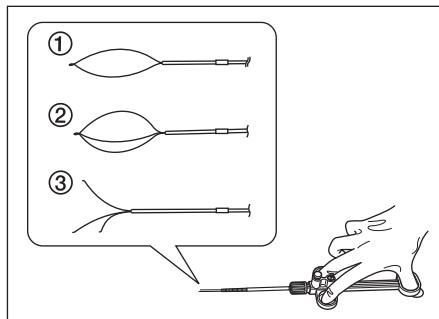

図 3.16
- 1.スライダを押し出すと、シースから操作ワイヤが押し出され、工業用処置具の異物回収部が開き、異物を回収できる状態になります。(図3.16参照)